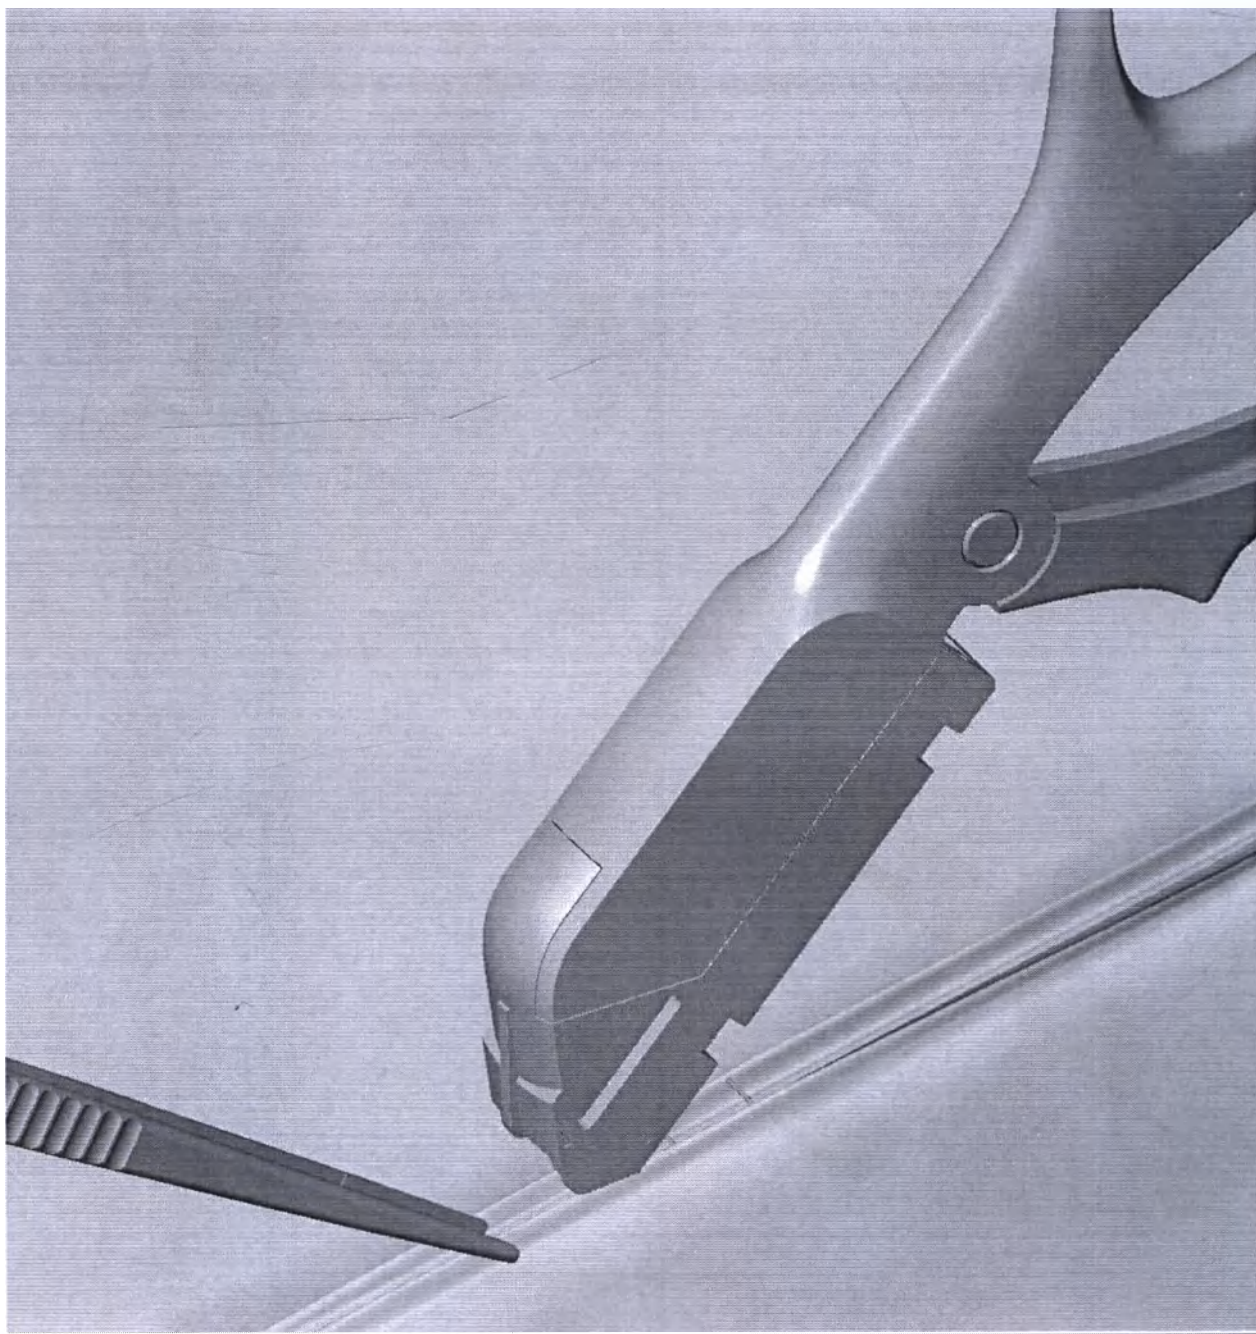

Рис. 3 Наложение скоб.
1. Для проведения сшивания необходимо соединить края раны с помощью пинцета и приложить сшиватель к поверхности раны так, чтобы выступ на передней части сшивателя совпадал с линией соединения краев раны (см. рис. 3).